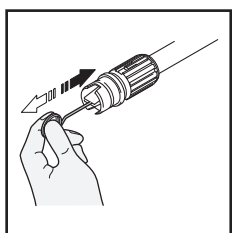

Fig. 19
- Utiliser le nettoyeur de pointe de jet a fourni (ou un trombone déplié), insérer le fil dans le trou de jet et le mouvement de long en large jusqu'à ce que le débris est délogé (la fig. 19). De retour l'eau d'éclat par les jets qui utilisent le tuyau de jardin et la plus haute pression disponible (l'eau jet standard ou utilise votre pouce sur le jet pour créer de la pression d'eau pour de retour l'éclat).